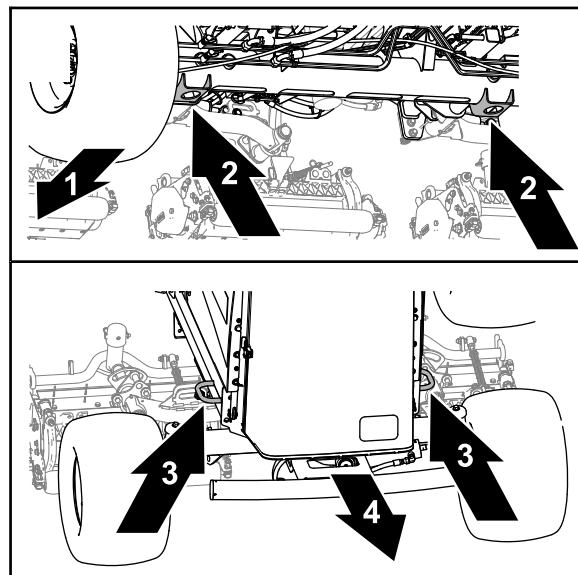

Рисунок 58
- Передняя часть – отверстия в кронштейнах домкрата в трубе переднего моста (Рисунок 58).